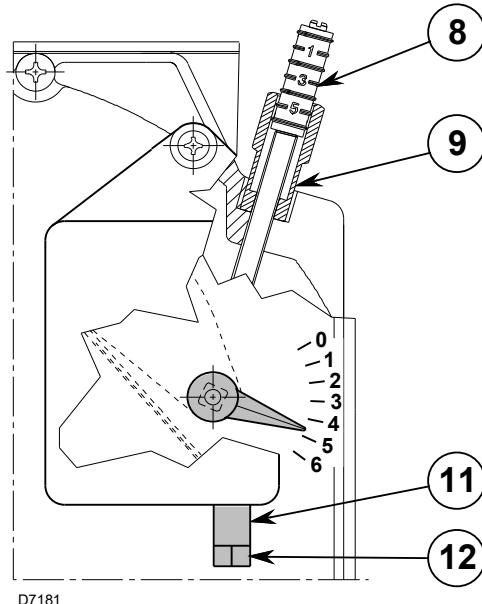

Fig. 15
El primer arranque debe efectuarse siempre utilizando el tornillo 12)(Fig. 15), de manera que el índice de la posición registro de aire de 1a llama sea superior a la muesca 1, (calibrado de fábrica muesca 1).
- Aflojar la tuerca 9) y utilizar el tornillo 8)(Fig. 15) para regular el caudal de aire de 2a llama (véanse los valores de CO2 indicados en la Tab. T).
- Regular la 1a llama utilizando el tornillo (12) después de haber aflojado (*sentido horario*) la tuerca 11)(Fig. 15) tomando como referencia la tabla de abajo para los valores de CO2.
- Una vez alcanzada la regulación ideal apretar (*en el sentido contrario al de las agujas de reloj*) la tuerca 11)(Fig. 15).